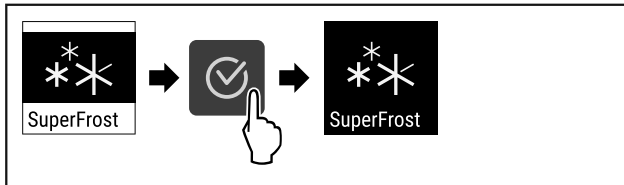

Fig. 93
- Vykonajte kroky akcie (pozri Fig. 93).